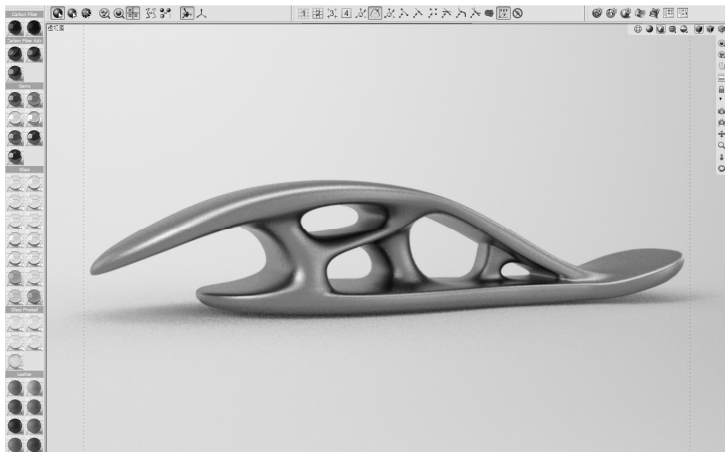

图 9-31 设计结果
6) 因此本案例使用 PolyNURBS 建模来完成造型设计。这种方法能够非常完美地匹配优化设计结果, 并且十分快捷, 如图 9-31 所示。这里不再赘述建模过程, PolyNURBS 建模方法可参考前面章节。